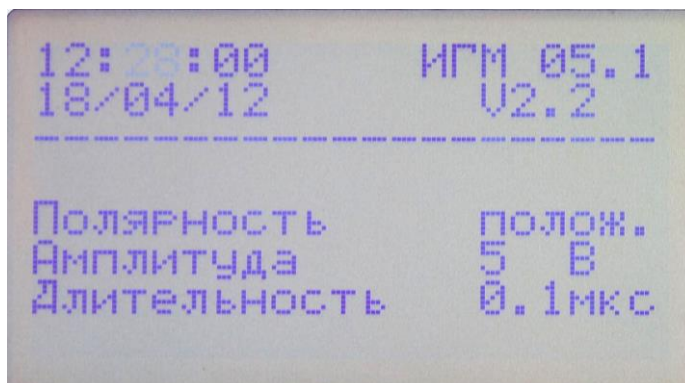

Рисунок 5
7.8. Установка внутренних часов генератора осуществляется в режиме настройки часов, для этого необходимо при включении генератора переключателем «СЕТЬ» удерживать нажатой кнопку «↑». После этого генератор включится в режиме настройки часов (см. рисунок 5). С помощью кнопок «↓» и «↑» можно переключаться между полями установки часов, минут, секунд, дня, месяца и года. Изменить значение в выбранном поле можно с помощью кнопок «+» и «-». Подтверждение установки внутренних часов и переход в режим работы генератора осуществляется нажатием кнопки «ПУСК/СТОП». Отмена установки – выключение генератора переключателем «СЕТЬ».